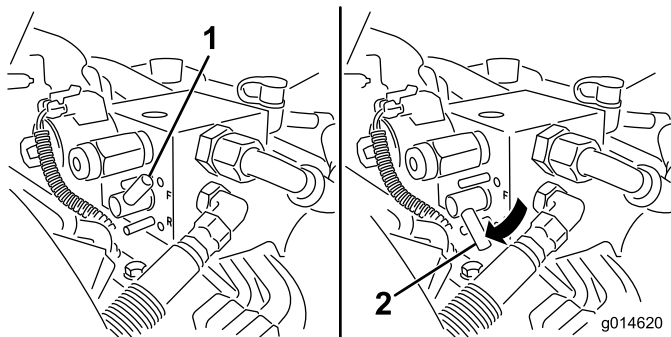

Figura 52
5. Gire la palanca de Autoafilado a la posición de marcha atrás (R) (Figura 52).